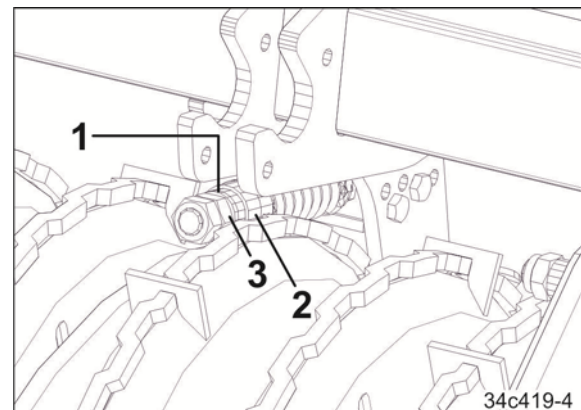

Fig. 96
2. 1 bis 2 Ausgleichsscheiben (Fig. 96/1) zwischen Buchse (Fig. 96/2) und Skt.-Mutter (Fig. 96/3) einsetzen.